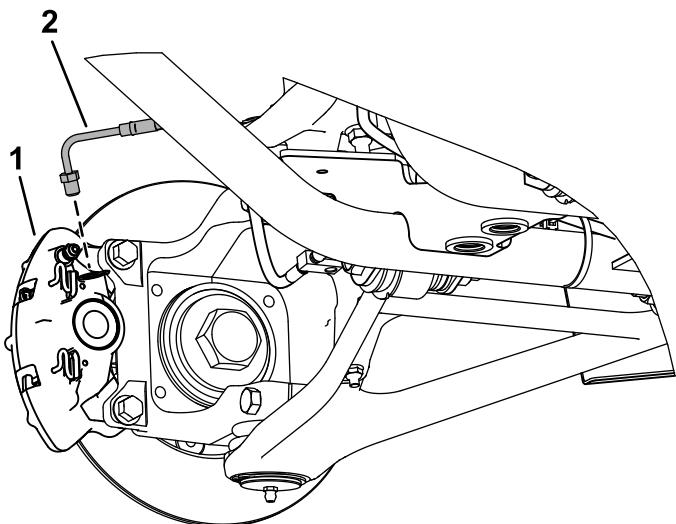

Рисунок 3
- Отсоедините переднюю и заднюю тормозные трубы с суппортов тормозов в сборе (Рисунок 3).